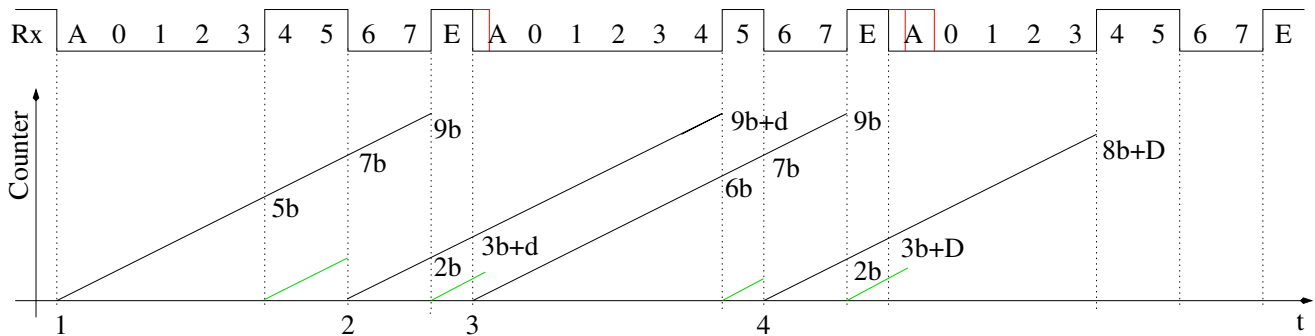

Abbildung 3.8. Mögliche Zeitmessungen für die STK\_GET\_SYNC Bitfolge
Wenn für die Erzeugung des Bootloaders eine Baudrate unter  $100\text{Baud}$  angegeben wird, wird die Baudrate aus dem ersten empfangenen Zeichen automatisch ermittelt. Zum Beginn einer Übertragung mit dem STK500 Protokoll sendet der Rechner das Kommando STK\_GET\_SYNC (0x30) gefolgt vom Steuerzeichen CRC\_EOP (0x20). Bei der seriellen Übertragung ist als Ruhezustand der High-Pegel (1) verabredet. Die Übertragung beginnt dann mit einem Start-Bit auf Low-Pegel (0). Unmittelbar darauf wird die verabredete Zahl der Datenbits (8) beginnend mit dem niederwertigsten Bit übertragen und dann die Übertragung mit einem oder mehreren Stoppbit (1) abgeschlossen. Der Pegel jedes einzelnen Bits wird für die verabredete Baud-Zeit beibehalten. Unmittelbar nach dem Ende der Stoppbit Übertragung kann das nächste Start-Bit folgen. Es kann aber auch eine Pause mit nicht definierter Zeit bis zur Übertragung der nächsten Bitfolge auf das Stoppbit folgen. In der Abbildung 3.8 ist das erwartete Ergebnis für die möglichen Zeitmessungen dargestellt. Auf der Zeitachse „t“ sind vier mögliche Startpositionen für eine vollständige Zeitmessung dargestellt. Der Counter wird jeweils bei einer erkannten 1 - 0 Flanke gestartet. Die richtige Startposition für das STK\_GET\_SYNC Zeichen ist mit der „1“ markiert. Die Marken „2“, „3“ und „4“ zeigen die Situation für drei falsche Startpositionen. Bei der Marke „2“ und „4“ wird fälschlicherweise eine 1-0 Flanke in der Datenübertragung als Start-Bit angenommen. Bei der Marke „3“ wird zwar ein Start-Bit richtig erkannt, es ist aber das falsche Zeichen (CRC\_EOP). Es können immer dann die falschen Start-Bits erkannt werden, wenn der Bootloader erst gestartet wird, wenn die Datenübertragung schon läuft. In der Abbildung 3.8 sind die erwarteten Zählerstände für die 4 möglichen Startfälle angegeben. Dabei bedeutet das „b“ den Zählerstand für ein Bit (Baud-Dauer), das „d“ steht für eine mögliche Zeitverzögerung zwischen dem Ende der Stoppbit-Übertragung bis zum Beginn eines neuen Startbits. Das „D“ steht für eine zu erwartende lange Zeitverzögerung bis zum nächsten Startbit. Die Sendesequenz ist hier zu Ende und der Rechner wartet auf eine Antwort des AVR. In der Rx-Reihe sind die Datenbits von „0“ (kleinstes Bit) bis „7“ (höchstes Bit) nummeriert. Das Start-Bit ist mit „A“ und das Stoppbit mit „E“ gekennzeichnet. Das erste Byte ist die Codierung des STK\_GET\_SYNC Kommandos und das zweite Byte die Kodierung des Steuerzeichen CRC\_EOP.